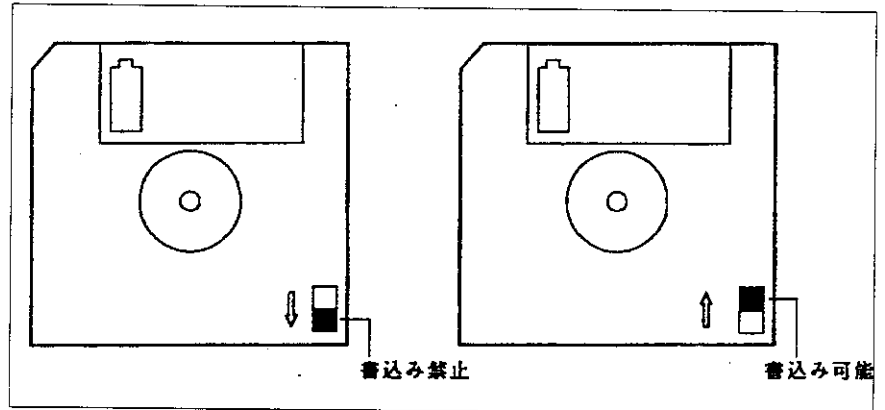

図15-1 フロッピー・ディスクのライト・プロテクト
3.5インチ・マイクロ・フロッピー・ディスクは、記録された重要なデータを操作ミスなどで消さないように、再度のデータの書き込みを禁止することができます。書き込み禁止機能は、図15-1のようにライト・プロテクト用スライドを移動することによって選択されます。